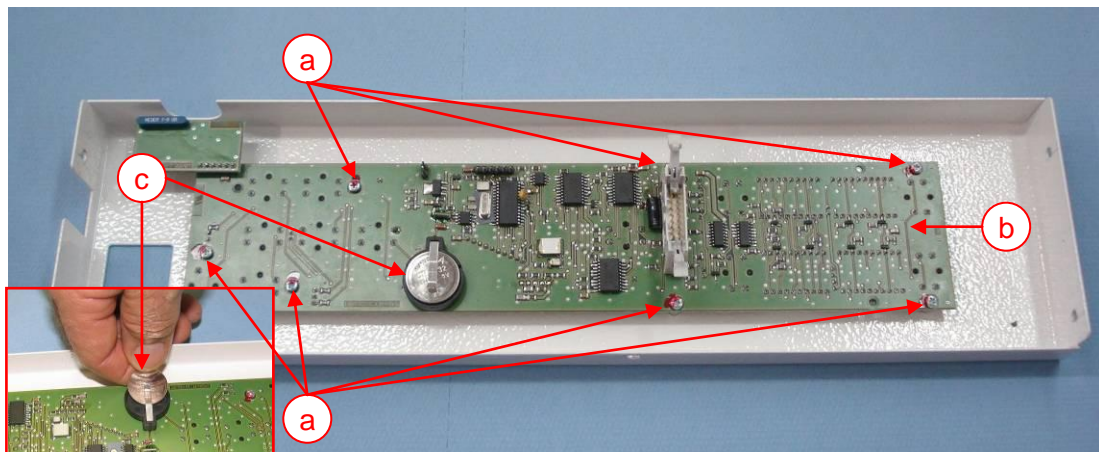

Abb. 19 – Prozessor Leiterplatte mit Batterie
- Die 7 Schrauben der Leiterplatte (Abb. 19 a) lösen.
- Prozessor Leiterplatte (Abb. 19 b) entfernen.